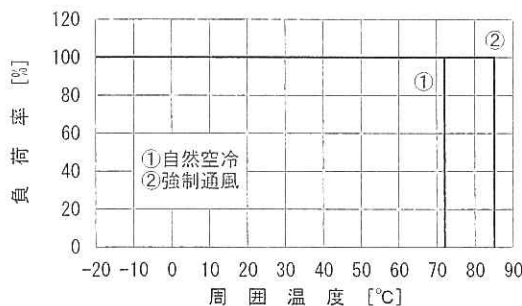

図5.3 BAS50503, 123R3, 1205
- 各機種における出力電流デレーティングを図5.3～5.8に示します。出力電流のデレーティングを行うことによって-20～71℃（強制通風時は-20～85℃）までご使用いただけます。